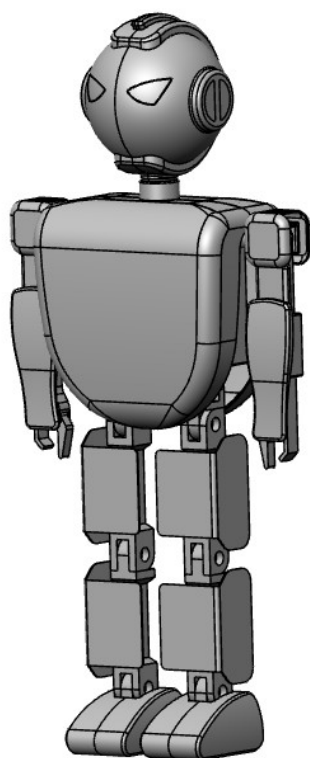

图 1-1 智能机器人
**3.2 零件建模：**智能机器人如图 1-1 所示，请根据现场提供的二维图纸，逐一完成智能机器人各零部件的数字模型建立；需为每个零件赋予图纸指定的材质，并通过软件评估功能检查模型质量，确保模型尺寸精准、特征完整、无建模错误（如欠约束、过约束、特征缺失等）。